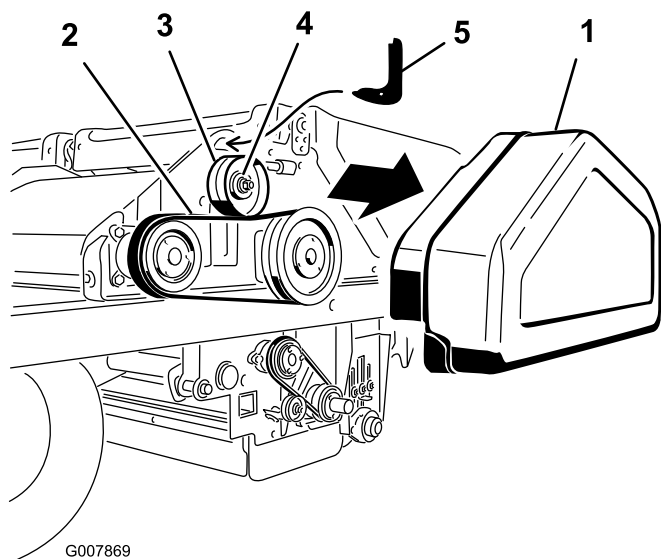

図 59
1. ベルト・カバー（図 59）を取り外す。
2. アイドラ・プーリのナットをゆるめる（図 59）。
3. アイドラ・プーリの上側にある穴に、ベルト張り工具のフック状の端部を入れる（図 59）。ベルト張り工具のカーブのついている方の端部をアイドラ・プーリに載せる。
4. ベルト張り工具についている穴に、1/2 インチのトルク・レンチのソケットを入れる（図 59）。
らアイドラ・プーリのナットを締め付ける（図 59）。